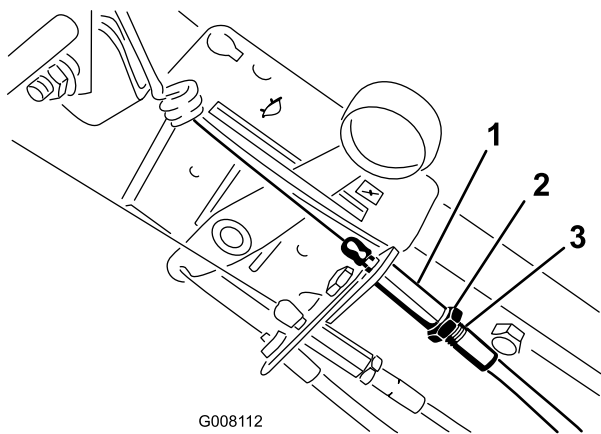

Figura 28
4. Vuelva a ajustar el cable en el manillar de manera que quede expuesta una longitud de 1/4 pulgada (6 mm) de la rosca, y apriete la tuerca (Figura 28).